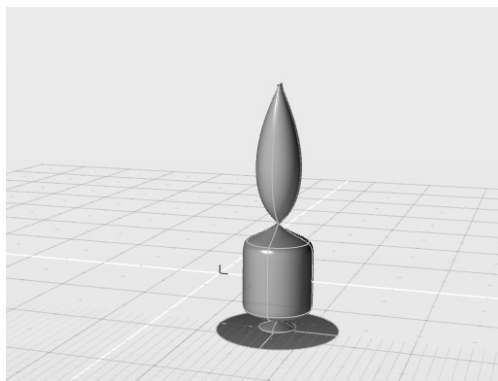

图 4-38 旋转曲线获得的默认结果
2) 使用“旋转”工具，当控制台提示“拾取剖面曲线”时，在透视图拾取该曲线。默认得到图 4-38 所示的曲面，很明显该结果并非我们所需要的曲面形态。